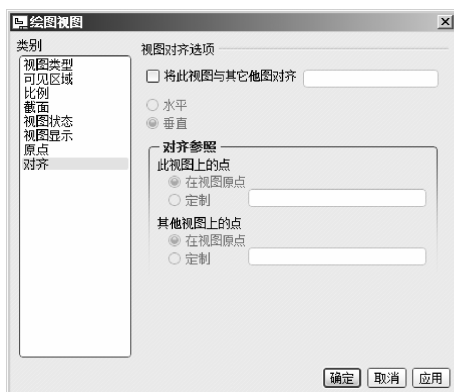

图 10-89 取消视图对齐
(5) 双击仰视图，弹出【绘图视图】对话框，在【类别】列表中选择【对齐】选项，在【视图对齐选项】选项组中取消【将此视图与其他视图对齐】复选框的勾选，如图 10-89 所示。
(6) 单击【确定】按钮，仰视图可以任意移动。使用鼠标左键将仰视图拖动到合适的位置，松开鼠标左键，完成仰视图的移动。